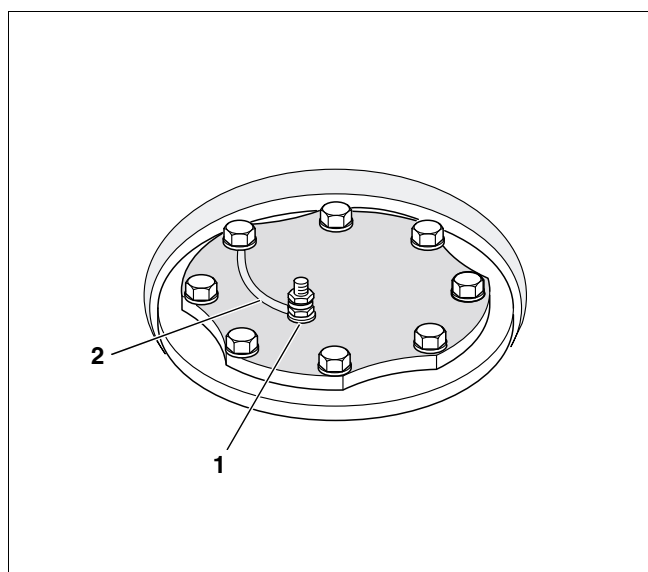

Fig. 5 Collegamento dell'anodo di magnesio
- Verificare che sia collegato il cavo di messa a terra (fig. 5, **pos. 2**) dell'anodo di magnesio.